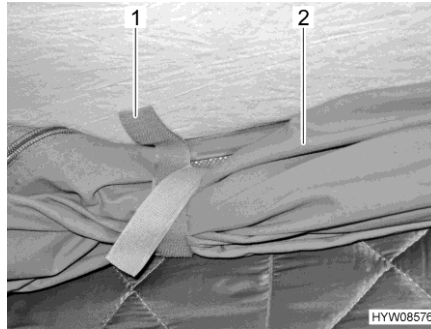

Bild 19 Haltetaschen
- Haltetaschen (Bild 19,1) an aufgerolltem Zeltstoff (Bild 19,2) lösen.
- Zeltstoff (Bild 19,2) einrollen und mit den Haltelaschen (Bild 19,1) sichern.